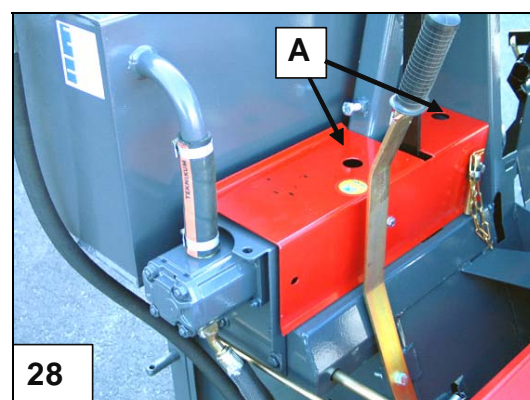

Fig. 28 Lubrification de la machine
## 7.6 Lubrification de la machine, figure 28
- ❑ Si vous n'utilisez pas la machine pendant une période prolongée, lubrifiez les roulements de l'arbre A (Figure 28) avec du lubrifiant pour roulements à bille (voir tableau) à la fin de la saison d'utilisation.